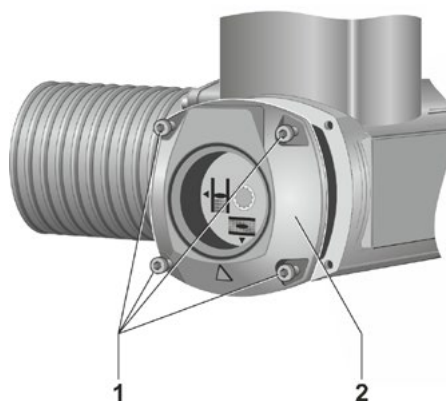

Fig. 1: Aftagning af dækslet
1. Løsn de fire skruer (fig. 1, pos. 1) og tag dækslet (2) af. Vær opmærksom på pakningen.
8. Skru dækslet (fig. 1, pos. 2) på igen og kontroller, at pakningen sidder korrekt.